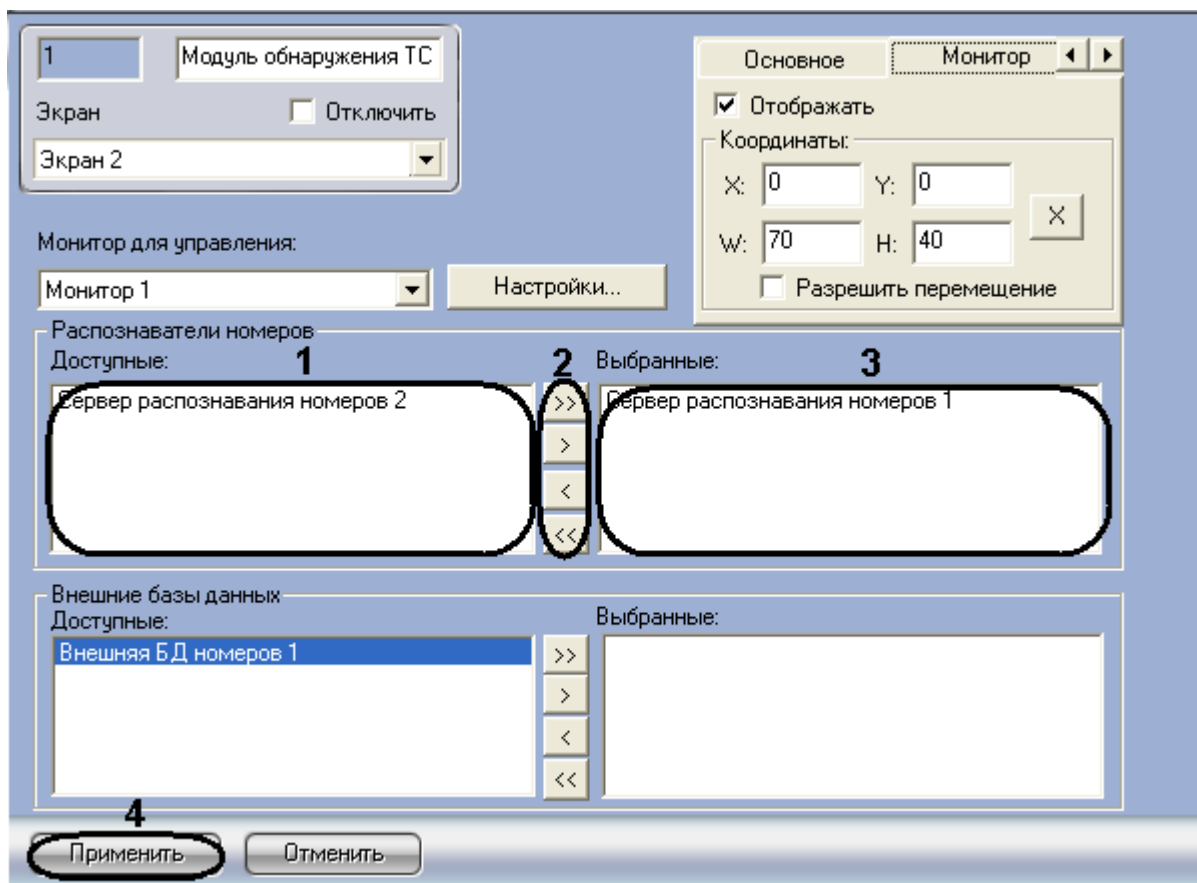

Рис. 7.9—6. Выбор Серверов распознавания номеров
1. Перейти на панель настройки объекта «Модуль обнаружения ТС» (Рис. 7.9—6).
2. Выбрать требуемые Серверы распознавания номеров из списка «Доступные» группы «Распознаватели номеров» (см. Рис. 7.9—6, 1).
3. Переместить выбранные Серверы распознавания номеров в список «Выбранные» группы «Распознаватели номеров», нажав кнопку «>» (или кнопку «>>» для перемещения всех Серверов распознавания номеров из списка) (см. Рис. 7.9—6, 2-3).